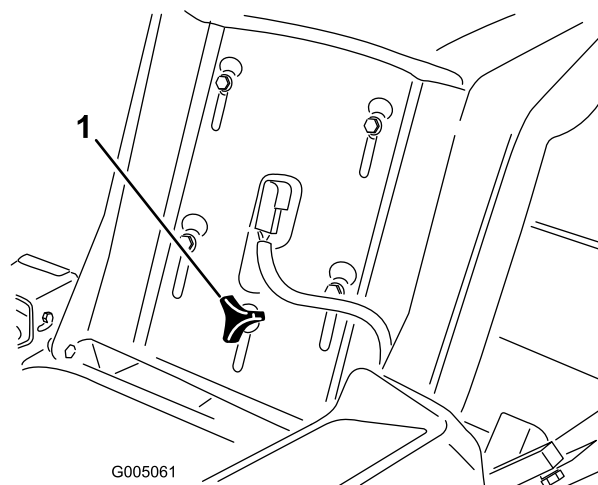

Bild 15
1. Klappen Sie den Sitz hoch und lösen Sie die Einstellhandräder etwas, um den Sitz zu bewegen (Bild 15).